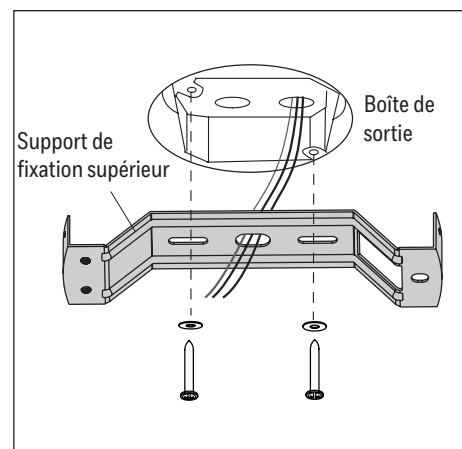

Figure 2.2
2. Installez le support de fixation supérieur à la boîte de sortie (non incluse) à l'aide des vis et des rondelles à ressort fournies avec la boîte de sortie. **AVERTISSEMENT** : Afin de réduire les risques d'incendie, de choc électrique et de blessure, installez le ventilateur sur une boîte de sortie conçue pour soutenir un ventilateur (Figure 2.2).